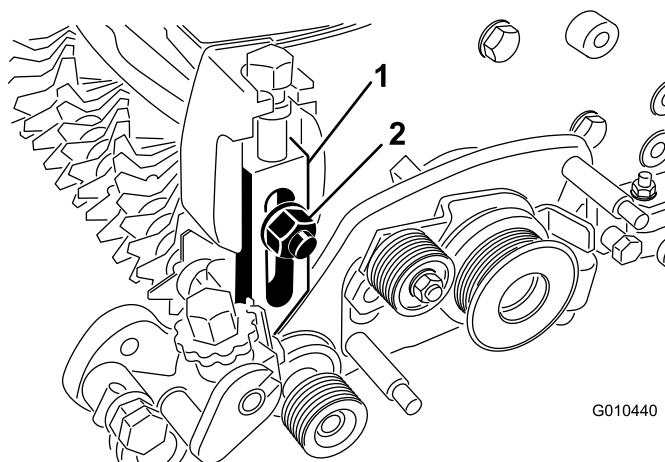

Figure 32
5. Retirez le boulon de carrosserie, l'écrou et la rondelle qui fixent le bras de hauteur de coupe à la plaque latérale (Figure 32).